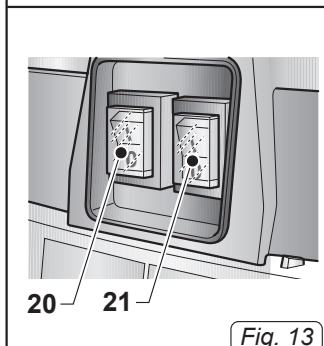

Fig. 13
- Dependiendo de la potencia disponible es posible activar un solo motor pulsando el interruptor (20 Fig. 13) en "I" o bien ambos interruptores (20-21 Fig. 13) si se requiere una mayor fuerza de aspiración. Con el interruptor pulsado el correspondiente botón se ilumina.
- Pulse los conmutadores (20-21 Fig. 13) a "0" para apagar el dispositivo; las luces, si hay sobre los interruptores, se apagan.